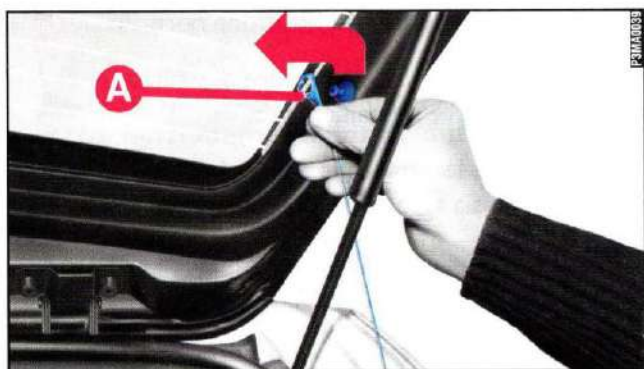

fig. 67
1) Liberare le estremità superiori **A-fig. 67** dei due tiranti, sfilando gli occhielli dai perni.
Rimontando il ripiano porta oggetti, riagganciate i due tiranti laterali fig. 67 facendoli passare all'esterno degli ammortizzatori.